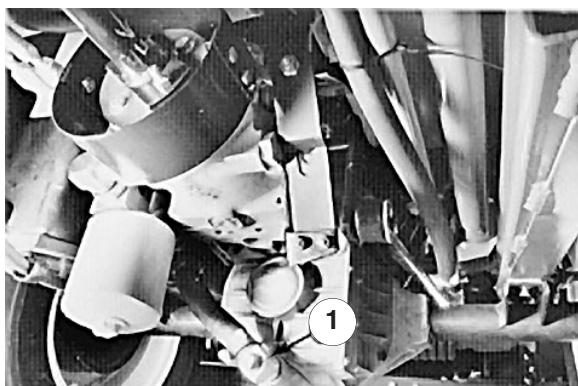
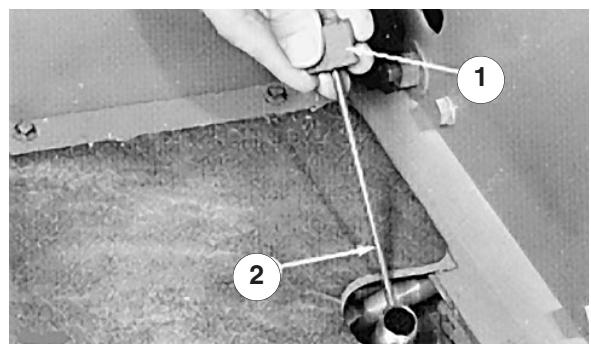

Figure 49
Figure 50
4. Retirez le bouchon de vidange du raccord entre le carter de pont et le filtre à huile. Laissez l'huile s'écouler dans un bac de vidange (Fig. 49).
6. Placez le bouchon de vidange dans le raccord entre le carter de pont et le filtre à huile (Fig. 49).
7. Sortez la jauge du goulot de remplissage du pont (Fig. 50) et versez la quantité voulue d'huile du type et de la viscosité recommandés pour la température ambiante anticipée (voir le tableau ci-dessus).
9. Attendez encore deux minutes, puis sorte la jauge du goulot de remplissage du pont et vérifiez le niveau d'huile (Fig. 50). Si le niveau est bas, faites l'appoint pour que le niveau atteigne la rainure sur la jauge (Fig. 50). Si le niveau est trop haut, enlevez le bouchon de remplissage (Fig. 49) et vidangez suffisamment d'huile pour faire descendre le niveau jusqu'à la rainure sur la jauge.